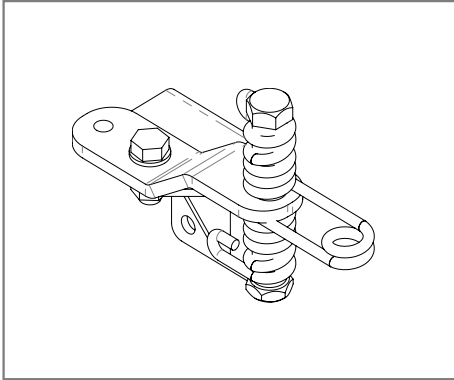

Figura 1
- Installare il 1° punto di estremità fissandolo alla struttura portante [Figura 1].